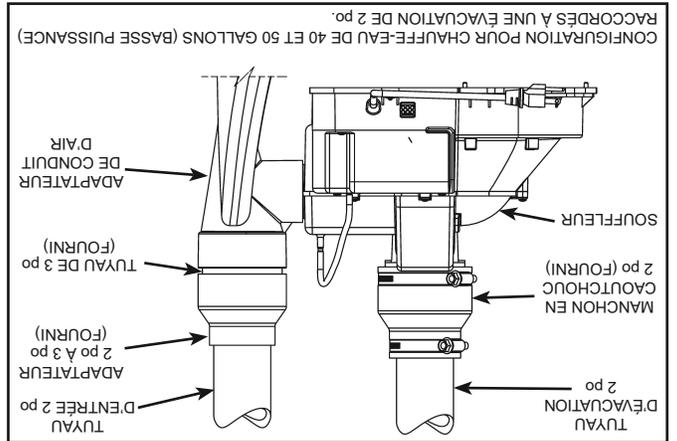
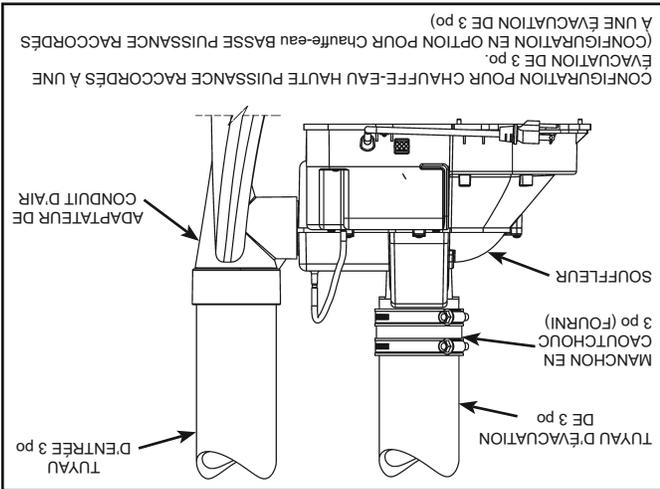

Figure 35.
Figure 39.
4. Vérifier que le tube en plastique est toujours raccordé entre le manoccontact d'air et l'orifice sur le carter de moteur du souffleur. Vérifier que le tube en plastique ne présente aucun plissement entre le manoccontact d'air et le carter de moteur du souffleur (voir Figure 35 à Figure 39).
- Important :** Ces raccordements doivent être bien enfoncés et serrés pour éviter toute fuite de gaz de combustion dans le local. Voir Figure 35 à Figure 39.